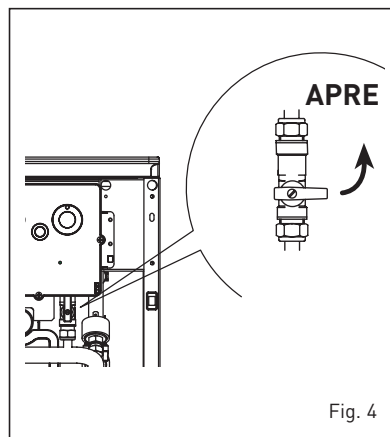

Fig. 4
2.2.1 Riempimento impianto (fig. 4)
Per facilitare questa operazione, posizionare orizzontalmente l'intaglio della vite di sblocco delle valvole di ri-tegno. Ultimata la fase di riempimento riportare la vite nella posizione iniziale. Al termine dell'operazione controllare che il rubinetto sia chiuso (fig. 4).